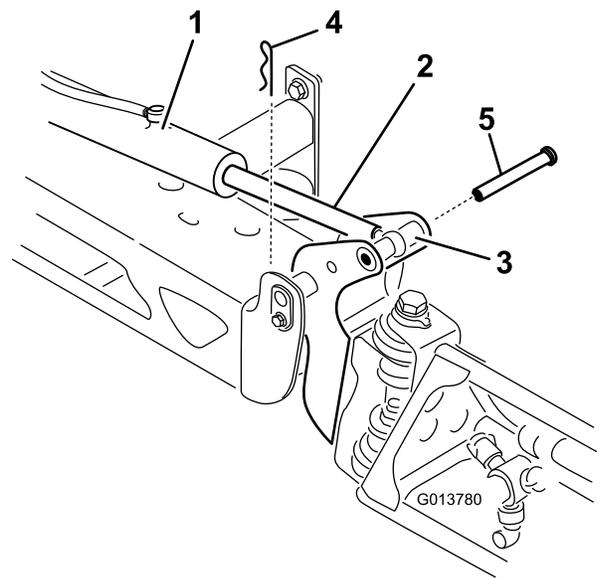

図 63
3. ブームを持ち上げて、ピンを外し 図 63、ブームをゆっくりと床面に降ろす。
2. ピボットピンからコッターピンを抜き取る 図 63。
9. ブームを支えながら、ブームのピボットとアクチュエータロッドにピンを通す (図 63)。